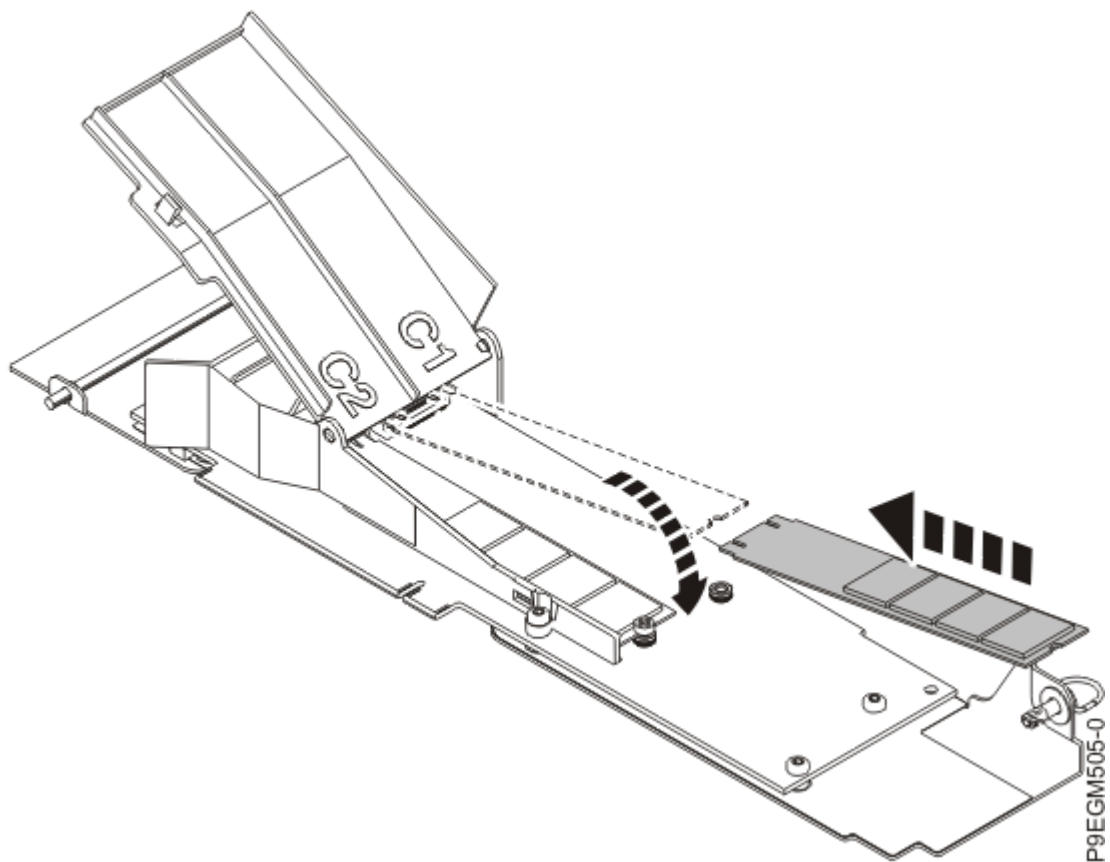

Figure 5. Installation d'un module flash NVMe M.2
3. Faites glisser l'un des nouveaux modules flash NVMe M.2 dans le connecteur de la carte porteuse NVMe M.2. Voir Figure 5, à la page 8.